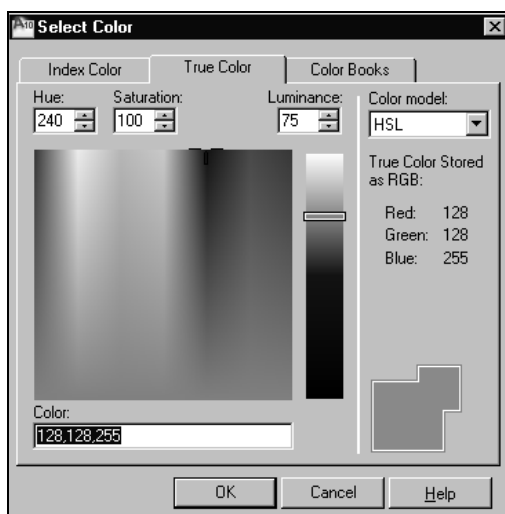

Рис. 14.3. Диалоговое окно **Select Color** для выбора цвета фона
7. Щелкните на поле **Color** (Цвет) этого диалогового окна, чтобы вызвать диалоговое окно **Select Color** (Выбор цвета) (рис. 14.3), в котором выбирается цвет фона.